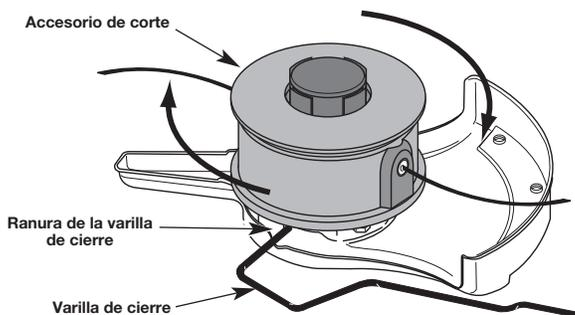

Fig. 8
3. Mientras sostiene la varilla de cierre, saque el accesorio de corte girando en sentido horario hacia afuera del eje de salida (Fig. 8). Guarde el accesorio de corte para su uso futuro.